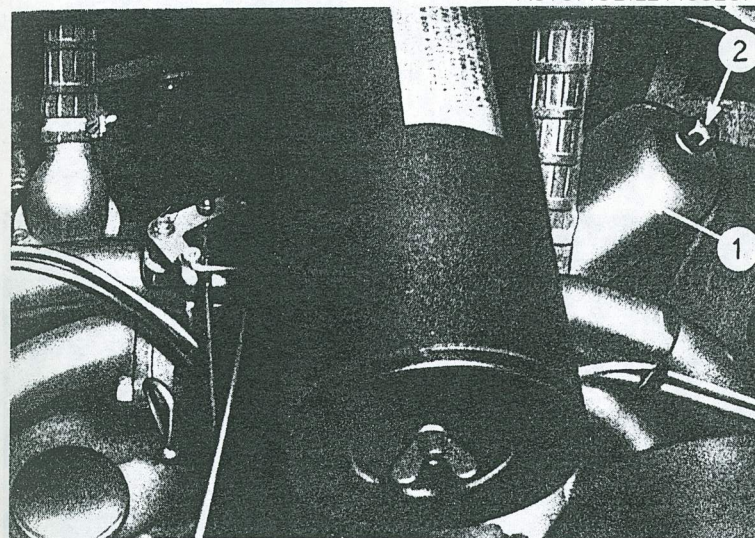

Fig. 16
Le moteur comporte un épurateur d'huile (1) (fig. 16) à l'intérieur duquel se trouve une cartouche. Dévisser l'écrou de fixation (2), sortir et changer la cartouche tous les 7.500 km ou à l'occasion d'un changement de viscosité d'huile. Ne pas nettoyer la cartouche.